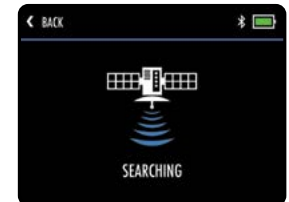

Fig 2 - Recherche de cours
2. Le chariot affiche "Searching" pendant qu'il acquiert une position GPS précise (fig. 2).